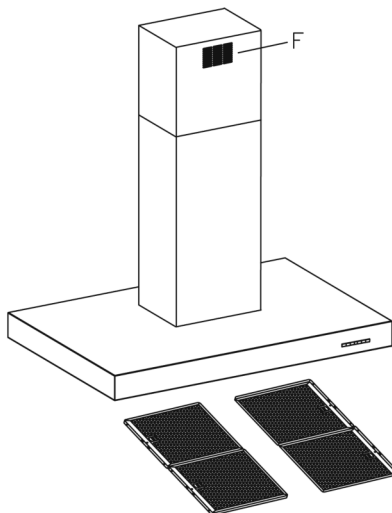

Fig. 6
• **Nettoyage du filtre à graisse:** En fonction de l'usage au moins une fois par mois, démonter les filtres à graisse (Fig. 6), et nettoyer à l'eau chaude et du détergent, ou utilisant le lave-vaisselle, auquel cas, il est recommandé de les placer en position verticale pour éviter le dépôt de déchets alimentaires. Après les avoir rincés et essuyés, les remettre en place en suivant les instructions de démontage à rebours.
- **Limpieza del filtro de grasa:** En virtud del uso y como mínimo cada mes, los filtros de grasa deberán ser desmontados (Fig. 6) y lavados en lavavajillas o en agua caliente y detergente. En el caso de utilizar lavavajillas, es recomendable colocarlos en posición vertical para evitar que los restos de comida se depositen sobre el mismo. Después de haberlos enjuagado y secado colocarlos nuevamente en su lugar, actuando de forma inversa al desmontarlos.